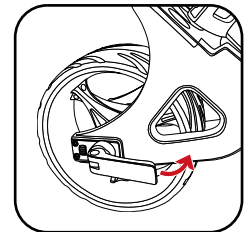

Abb. 3
5. Anschließend die Radmutter wieder anziehen und den Schnellspannhebel in die ursprünglich Position zurück bewegen. Das Rad ist jetzt wieder arretiert. (Abb. 3).